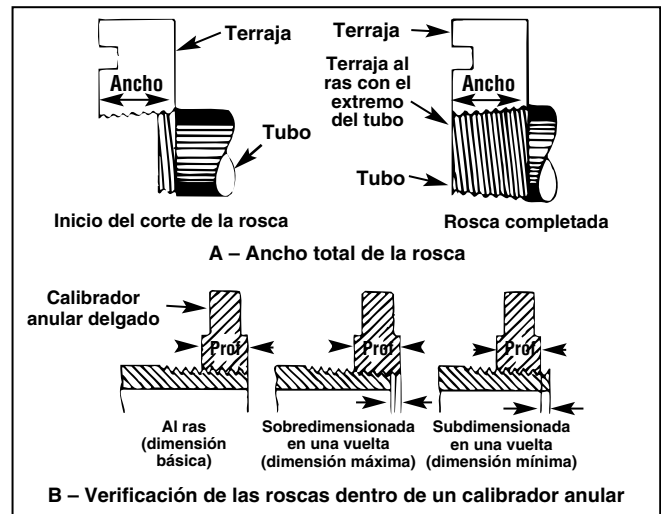

Figura 11 – Verificación de la longitud de la rosca
- El cabezal de terrajas puede regularse para obtener el diámetro de rosca apropiado. Si es posible, chequéela con un calibrador o medidor anular de roscas (Figura 11). La rosca está bien cortada si el extremo del tubo se encuentra a más/menos una vuelta de estar al ras con la cara del calibrador anular.